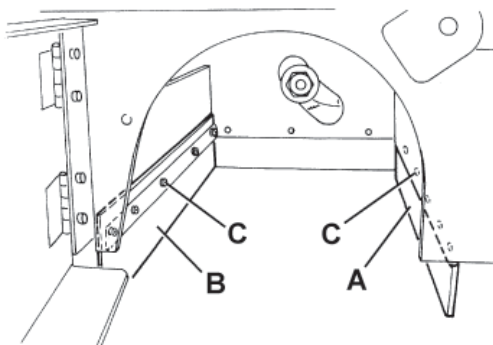
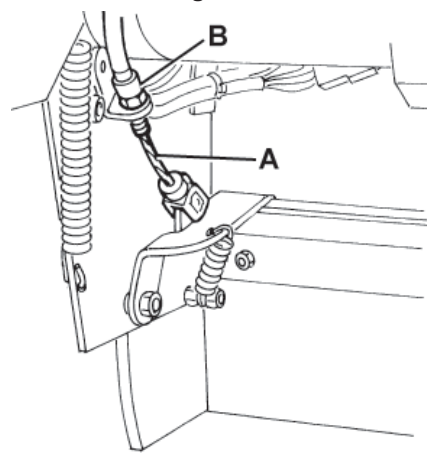
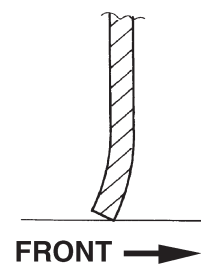

Figure 22
Figure 23
Figure 24
9. Contrôler l'intégrité des volets avant (A, Fig. 22) et arrière (B).
10. Contrôler que les volets avant (A, Fig. 22) et arrière (B) touchent légèrement le sol et que, de toute façon, ils ne se détachent pas du sol (voir Fig. 24).
Si besoin est, desserrer les vis (C, Fig. 22) et régler la position des volets. Enfin, serrer les vis (C).
11. Appuyer à fond sur la pédale du volet avant (81) et vérifier que le volet avant se soulève d'environ 5 cm.
Relâcher la pédale et vérifier que le volet revient à la position initiale et qu'il ne reste pas dans une position intermédiaire. Si besoin est, régler le câble du volet (A, Fig. 23) au moyen du dispositif de réglage (B) qui se trouve sur le côté avant gauche du volet (pour le remplacement du câble du volet avant, se référer au manuel d'entretien).